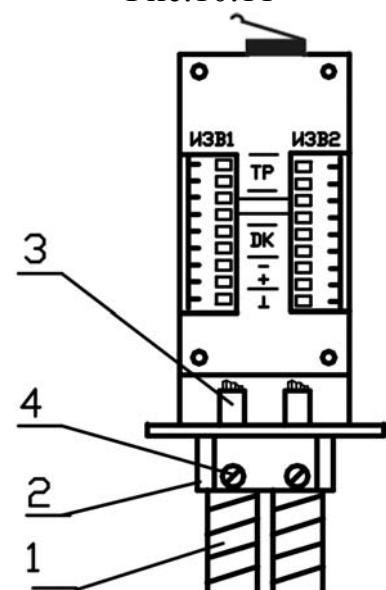

Рис.10.12
10.3.9 Пропустить кабели 1 (рис. 10.12) в металлорукавах через отверстия кабельных вводов 2 и подвести «разделанные» концы 3 кабелей к зажимам «ИЗВ1» или «ИЗВ2» для дальнейшего подключения.